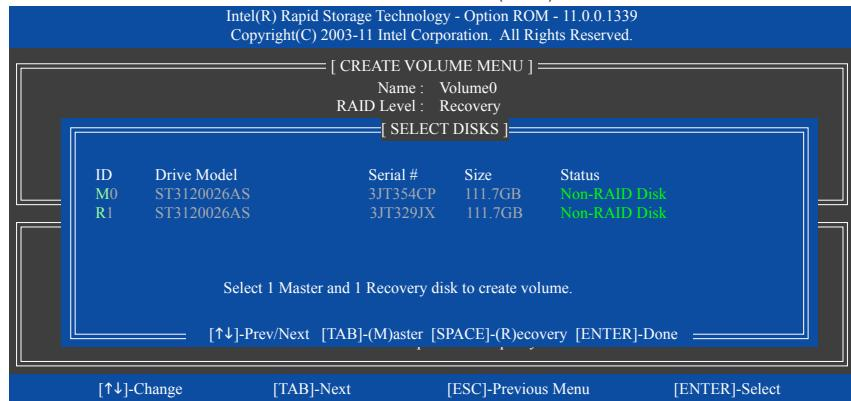

図 10
**Select Disks** アイテムの下で、<Enter>を押します。SELECT DISKS ボックスで、マスタードライブに対して使用するハードドライブには<Tab>を押し、リカバリドライブに対して使用するハードドライブには<Space>を押します。(リカバリドライブの容量がマスタードライブの容量より大きいことを確認してください)。<Enter>を押して確認します(図 10)。